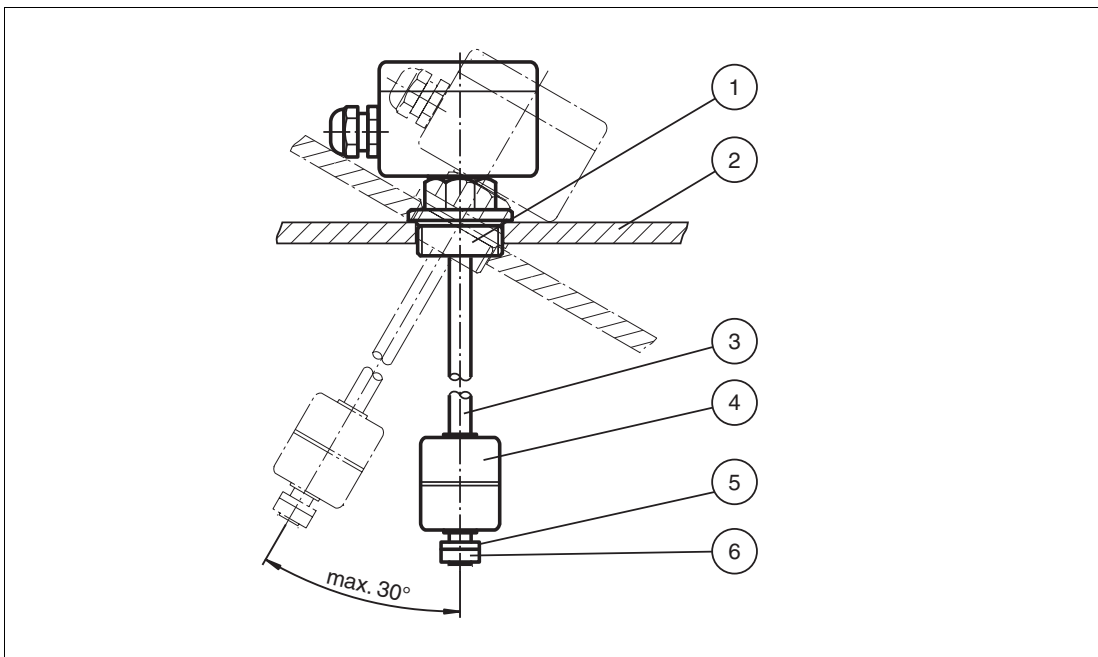

Abbildung 4.2 Prinzipielle Montage des Geräts
3. Bauen Sie das Gerät von außen in den Behälter ein. Die Einbauposition ist vertikal, wobei der Einbauwinkel max. 30° von der Vertikalen abweichen darf, siehe Abbildung 4.2.
4. Schrauben Sie das Gerät über die volle Gewindelänge ein (1).